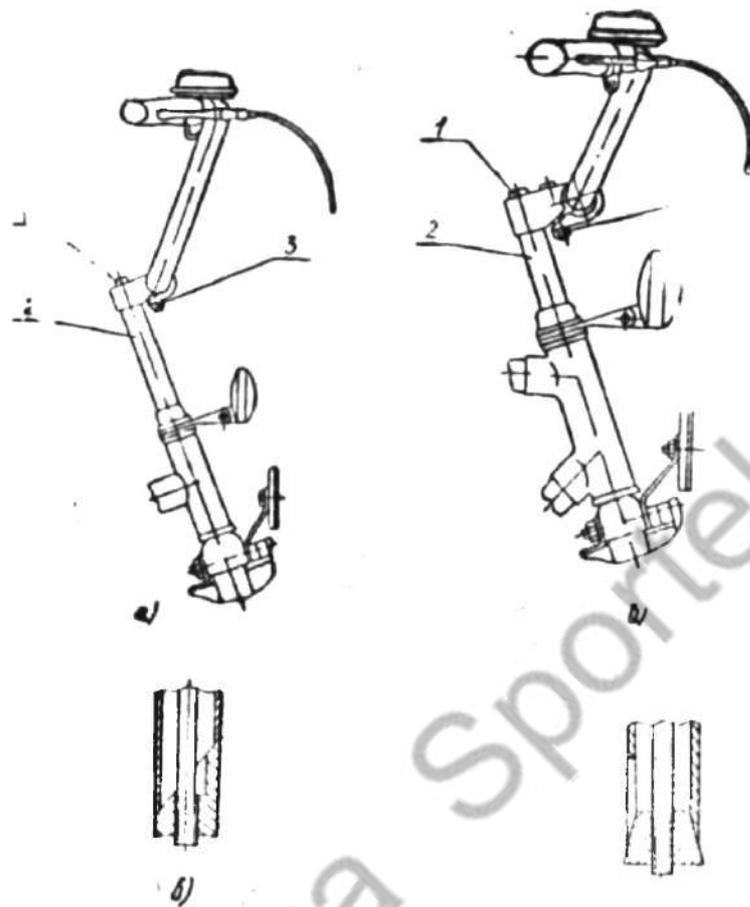

Рис. 7. Установка руля.
Рули велосипедов моделей 113-661 (рис. 7а) и 111-631, 113-653, 111-641 (рис. 7б) отличаются высотой трубы руля, длиной стержня и конструкцией распорного элемента.
Распорный элемент руля велосипеда модели 113-661 выполнен в виде клина (рис. 7в), а моделей 111-641, 111-631, 113-653 — в виде конуса (рис. 7г).
Люфт в подшипниках рулевой колонки (рис. 7) совершенно недопустим, особенно при езде по булыжным дорогам. Для устранения люфта следует отвернуть контргайку (4) на 2—3 оборота, подтянуть конус (5) с незначительным ослаблением в подшипниках, учитывая, что при окончательной затяжке контргайки конус прижмется к подшипнику.